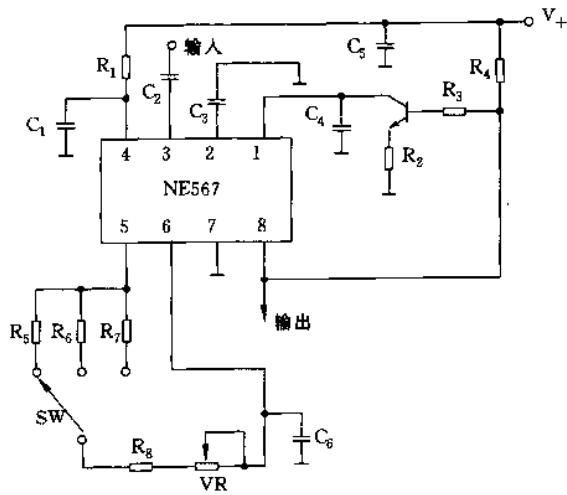

图 2-66
(2) 无绳电话机的一种导频检测电路如图 2-66 所示， $R_5$ 、 $R_6$ 、 $R_7$ 、 $R_8$ 、 $VR$  和  $C_6$  构成外接 RC 振荡网络，以决定 NE567 的捕捉频率，利用开关 SW 通过选择不同的电阻，可分别检测三种不同频率的导频信号。解调后的音频信号由 3 端输入，当输入的信号落在捕捉频率范围内时，8 端由高电位转为低电位，通过控制电路可驱动环路继电器动作。Q 为开关管，用以减少噪声信号的影响。